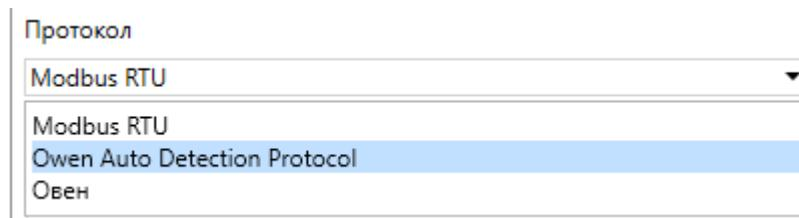

Рисунок 7.3 – Выбор протокола
1. В выпадающем меню «Протокол» выбрать протокол «Owen Auto Detection Protocol» (см. рисунок 7.3).